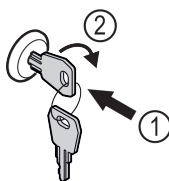

Fig. 171
► Klíč zasuněte dovnitř. Fig. 171 (1)
► Otáčejte klíčem o 90° ve směru hodinových ručiček. Fig. 171 (2)